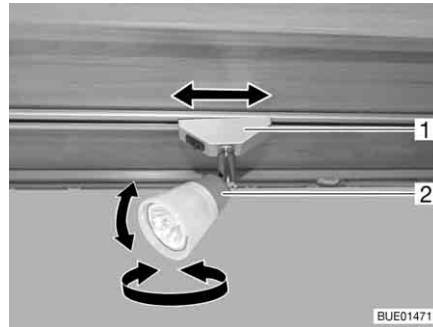

Bild 48 Spotlight
*Vrida:* ■ Ta tag i huset (Bild 48,2) och vrid.
*Förskjuta:* ■ Ta tag i fästet (Bild 48,1) och vrid runt ca 45°.
*Ta av:* ■ Ta tag i fästet (Bild 48,1) och vrid runt 90°.